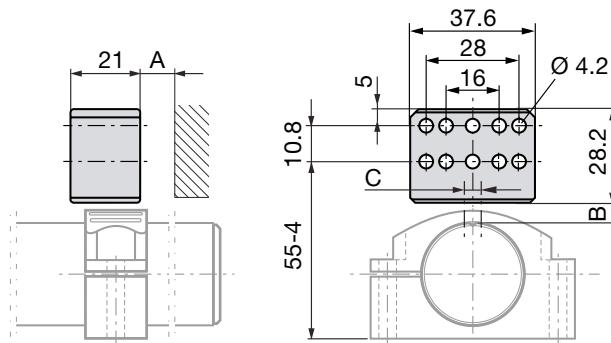
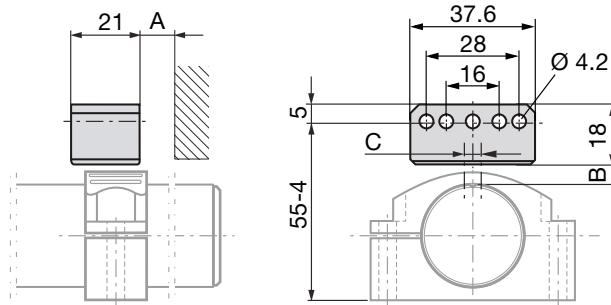

Bild 4-1: Maße und Abstände mit Positionsgeber BTL6-A-3800-2
Bild 4-2: Maße und Abstände mit Positionsgeber BTL6-A-3801-2
- Der Abstand A zwischen Positionsgeber und Teilen, die aus magnetisierbarem Material bestehen, muss mindestens 10 mm betragen (siehe Bild 4-1 und Bild 4-2).
- Für den Abstand B zwischen Positionsgeber und BTL und für den Mitterversatz C (siehe Bild 4-1 und Bild 4-2) sind folgende Werte einzuhalten:
Tab. 4-1: Abstand und Versatz für Positionsgeber (siehe Bild 4-1 und Bild 4-2)